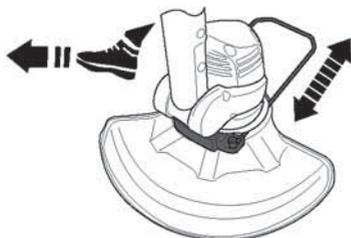

Fig. 24
- > Avant d'allumer l'appareil, tirez sur l'étrier (11) jusqu'à ce qu'il se bloque en position sortie (Fig. 24).